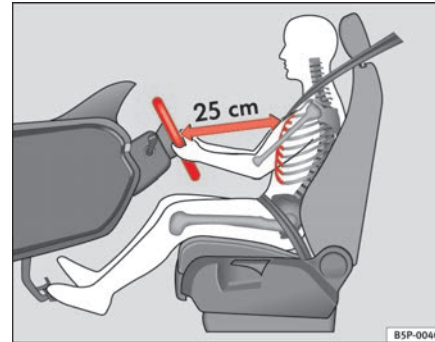

Abb. 114 Die richtige Sitzposition des Fahrers
- Stellen Sie das Lenkrad so ein, bis die gewünschte Einstellung erreicht ist ⇒ Abb. 114.
- Stellen Sie den Fahrersitz oder das Lenkrad so ein, dass der Abstand zwischen Lenkrad und Brustbein mindestens 25 cm beträgt ⇒ Seite 157, Abb. 114. Wenn Sie den Mindestabstand nicht einhalten, kann Sie das Airbag-System nicht schützen – Lebensgefahr!